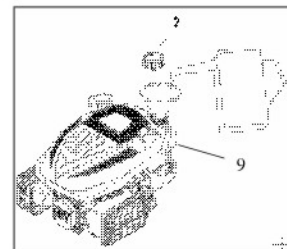

Fig. 5
1. Verwijder de dop van de brandstoftank (2).
2. Voeg brandstof toe tot beneden de onderste peilstreep in de nek van de brandstoftank (9). (Zie Fig. 5)